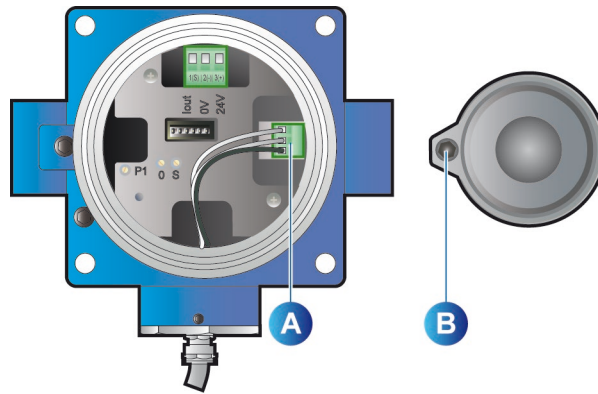

Figura 17: OLCT 100HT – elementos específicos relativos à substituição da célula de temperatura elevada
- Desaparafusar os parafusos de suporte (Figura 17, rep B) da tampa da cabeça de detecção e retirar esta última.